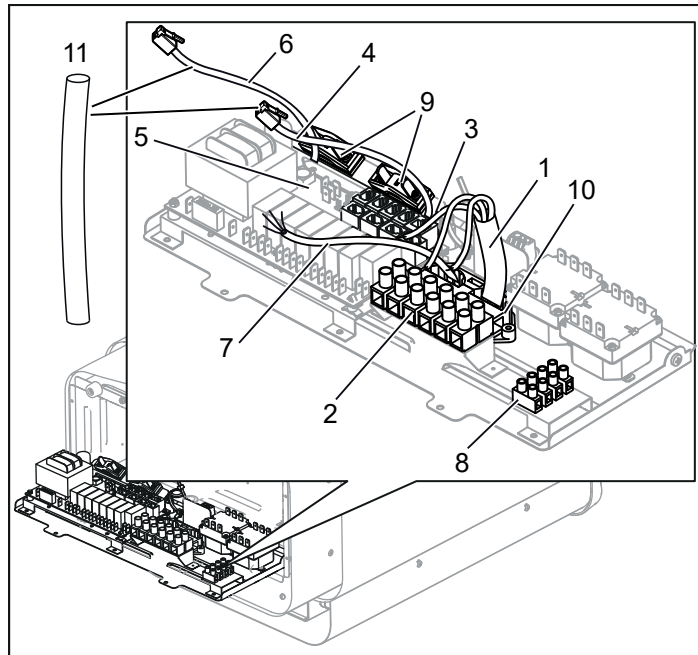
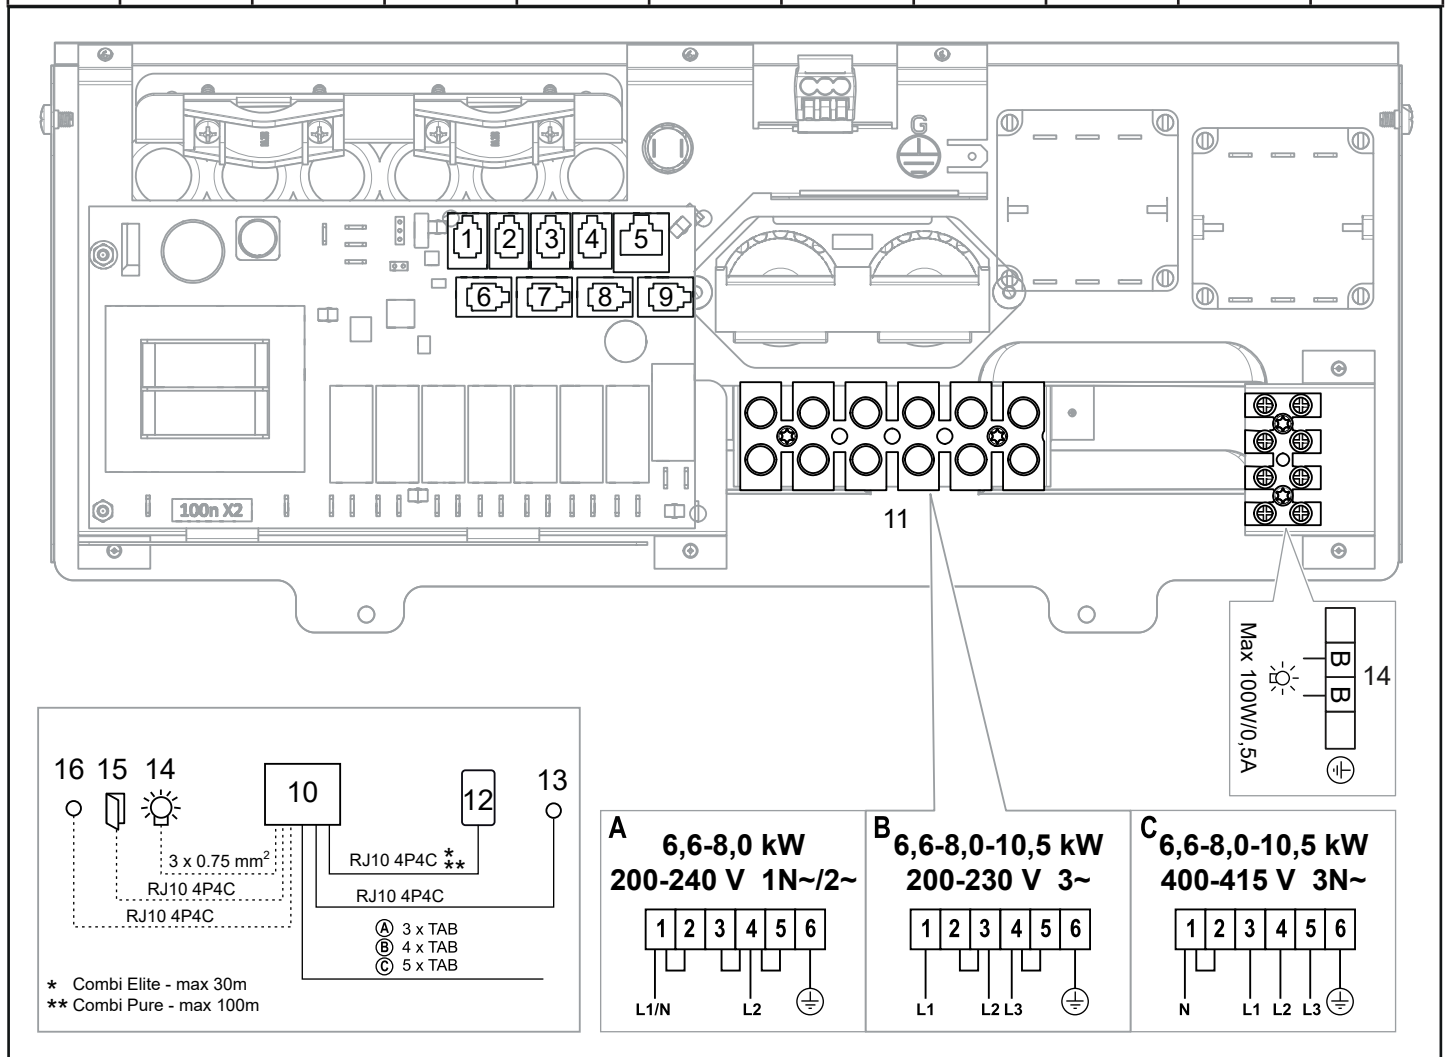

Abbildung 10: Leiterplatte
Abbildung 17: Schaltplan
- Verbinden Sie das Elektrokabel (1) mit der Klemme (2) (siehe Abbildung 10), wie im Schaltplan gezeigt (siehe Anschlussdiagramm/Schaltplan auf Seite 23).
- Führen Sie die Kabel für das Bedienpanel und den Temperaturfühler durch die Kabeltüllen (3). Verbinden Sie das Kabel des Bedienpanels (4) mit einem der vier RS485-Kontakte (Positionen 6-9) (siehe Abbildung 10), wie im Schaltplan gezeigt (siehe Anschlussdiagramm/Schaltplan).
- Combi Pure:** Verbinden Sie das Sensorkabel (6) mit dem NTC-Kontakt auf der Leiterplatte (Position 1) (5), wie im Schaltplan gezeigt (siehe Anschlussdiagramm/Schaltplan auf Seite 23).
- Verbinden Sie das Lichtkabel (sofern relevant) (7), (siehe Abbildung 10) mit der Klemme (8), wie im Schaltplan in Abbildung 17 gezeigt.
Wenden Sie sich an den Tylö Kundendienst, bevor Sie Spannungen oder Phasennummern anschließen, die nicht im Schaltplan in Abbildung 17 abgebildet sind.